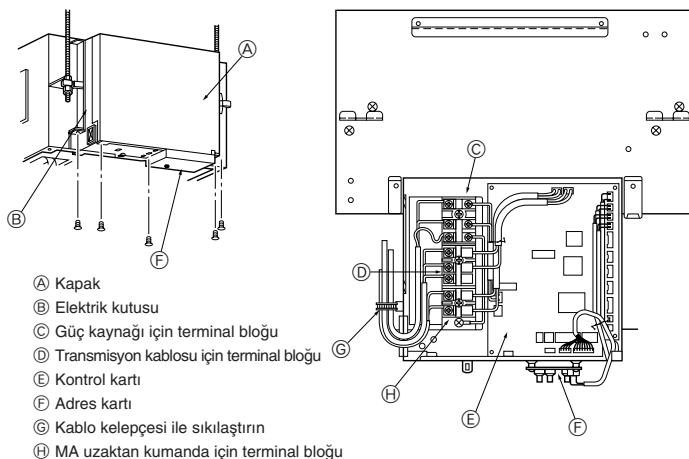

Fig. 4-1
4.1. Elektrik kablolarının bağlanması (Fig. 4-1)